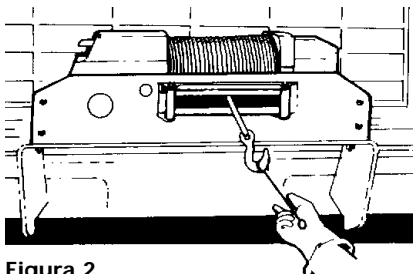

Figura 2
- MANTÉNGASE ALEJADO DEL CABLE DE ALAMBRE Y DEL GANCHO CUANDO ESTÉ OPERANDO EL CABRESTANTE. NUNCA atraviese el gancho con los dedos cuando enrolle o desenrolle los últimos centímetros de línea. Si sus dedos quedan atrapados en el gancho, podría perderlos. Use la BARRA PROTECTORA PARA MANOS (Figura 2) para guiar el gancho los últimos centímetros. Nunca guíe el cable de alambre con las manos hacia adentro o hacia afuera del tambor.
- El cable de alambre de su cabrestante Husky 8500 tiene una «tira de seguridad» roja de unos 3 metros (10') en cada extremo. La «tira de seguridad» del extremo del cable de alambre que se sujeta al tambor le advierte que el cable está casi completamente afuera. NO use el cabrestante en estos últimos 3 metros de cable, porque el cable y su sujeción NO resistirán una carga pesada. La «tira de seguridad» del extremo del gancho del cable le advierte que el cable está casi totalmente arrollado. SIEMPRE USE LA BARRA PROTECTORA PARA MANOS al manipular el gancho (Figura 2). La pintura roja se desgastará con el uso normal. Cuando esto suceda, usted deberá renovar la pintura roja ya que es una característica de seguridad del cabrestante.